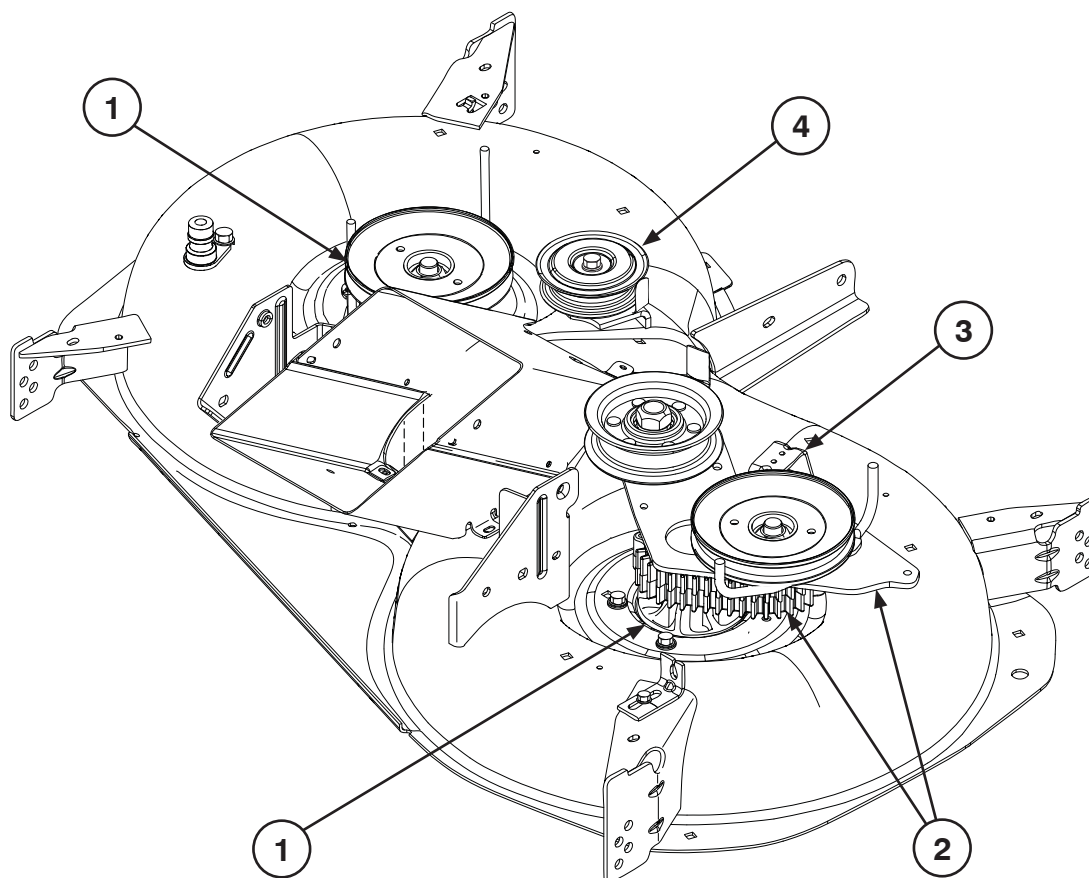

Fig. 1
- Ⓔ 2. Remove both mandrels and pulleys (1). Remove gearbox assembly and tension arm (2). Cut off bracket on RH side if equipped (3) Remove stationary idler pulley on LH side (4) (Fig. 1).
- Ⓔ 2. Entfernen Sie beide Spindeln und Riemenscheiben (1). Entfernen Sie die Getriebebaugruppe und den Spannarm (2). Schneiden Sie Halterung der rechten Seite je nach Ausstattung (3) ab. Entfernen Sie die feststehende Riemenscheibe auf der linken Seite (4) (Abb. 1).
- Ⓔ 2. Déposez les deux mandrins et les poulies (1). Déposez l'ensemble de boîte de vitesses et le bras tendeur (2). Coupez le support du côté droit le cas échéant (3) Déposez la poulie guide stationnaire sur le côté gauche (4) (Fig. 1).
- Ⓔ 2. Extraiga ambos mandriles y poleas (1). Extraiga el conjunto de la caja de cambios y el brazo de tensión (2). Corte el soporte en el lado derecho si está equipado (3) Extraiga la polea tensora fija del lado izquierdo (4) (Fig. 1).
- Ⓔ 2. Rimuovere entrambi i mozzi porta lama e le pulegge (1). Rimuovere la scatola degli ingranaggi e il braccio tenditore (2). Tagliare la staffa sul lato DX se in dotazione (3), rimuovere la puleggia del galoppino fissa sul lato SX (4) (Fig. 1).
- Ⓔ 2. Verwijder beide assen en poelies (1). Verwijder de versnellingsbak en spanarm (2). Verwijder de steun aan de rechterzijde indien aanwezig (3). Verwijder de stationaire geleidepoelie aan de linkerzijde (4) (afb. 1).